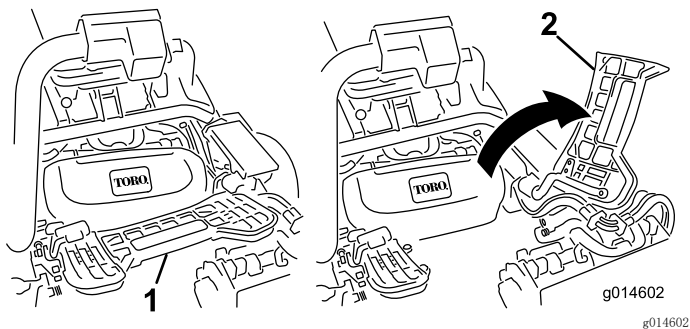

图47
2. 提起搁脚板并翻开，以便接触到中间滚刀组位置（图47）。